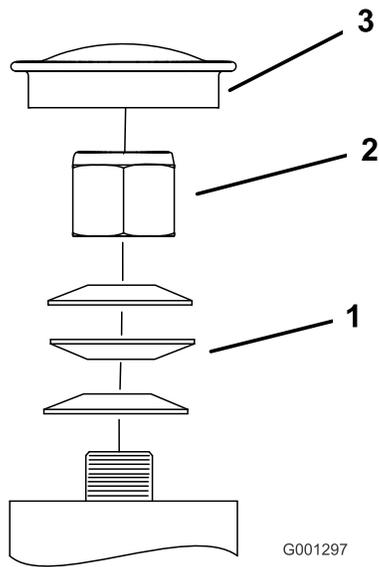

Figura 68
3. Retire el tapón guardapolvo de la rueda giratoria y apriete la contratuerca (Figura 68).
4. Apriete la contratuerca hasta que las arandelas de muelle estén planas, luego afloje 1/4 de vuelta para establecer la pre-carga correcta de los cojinetes (Figura 68).
**Importante:** Asegúrese de que las arandelas de muelle están correctamente instaladas, según se muestra en Figura 68.
5. Coloque el tapón anti-polvo (Figura 68).